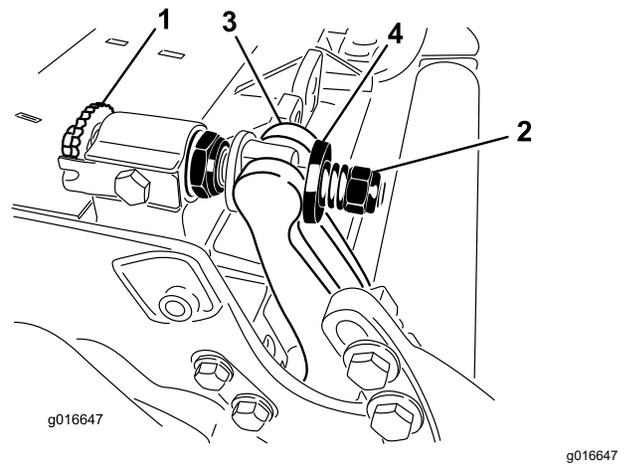

**Bild 29**
3. Legen Sie die Neigungsmesserbefestigung an die Kante des Untermessers, sodass die Kante des Magnets bündig mit der Kante des Untermessers ist (Bild 29).
4. Legen Sie den Neigungsmesser auf die Befestigung, wie in Bild 29 abgebildet.